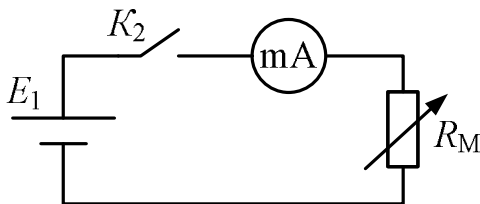

Рис. 5.4
1.2. Соберите схему, приведенную на рис. 5.4. Ключ K_2 установите в разомкнутое положение (рычажок вниз). В качестве миллиамперметра используйте мультиметр, установленный на предел «20 mA». На магазине сопротивлений установите значение $R_0 = 5 \text{ кОм}$.